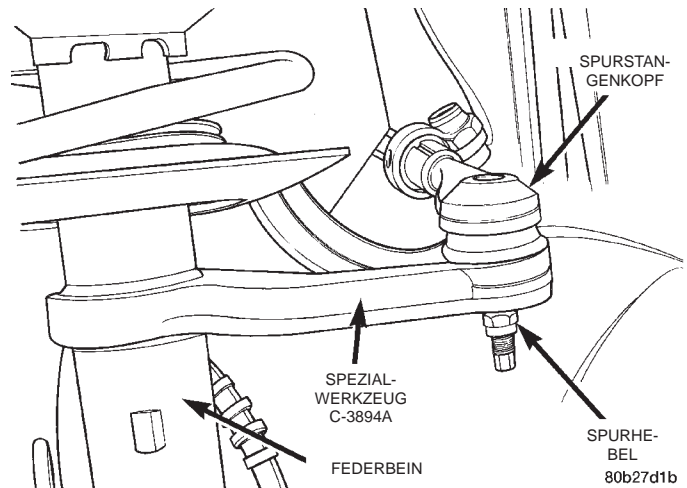
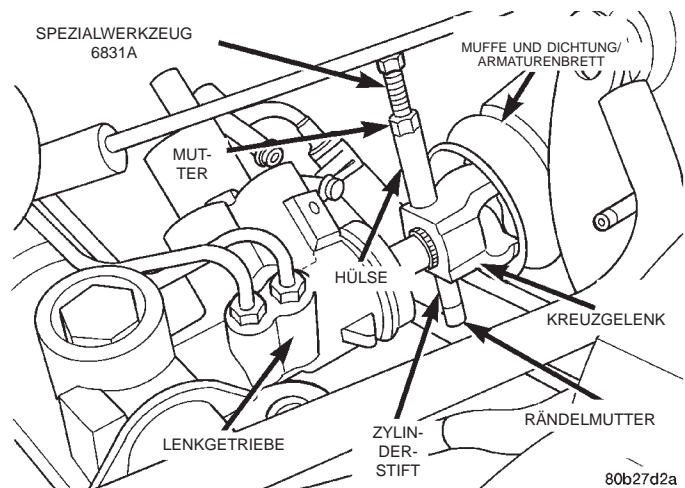

Abb. 18 Befestigung/Spurstangenkopf an Federbein
Abb. 23 Zylinderstift in Kreuzgelenk einbauen
- (23) Zwischenwelle vom Lenkgetriebe abbauen.
- (24) Fahrzeug anheben.
- (25) Rechtes Vorderrad abbauen.
- (26) Die Mutter lösen, mit der der Spurstangenkopf am Spurhebel des rechten Federbeins befestigt ist (Abb. 18).
(2) Rechte Spurstange durch die Spurstangenöffnung im Schottblech des Kotflügels schieben.
(3) Den äußeren Spurstangenkopf in den Spurhebel des rechten Federbeins einbauen. Dann die Mutter des Spurstangenkopfes am Spurhebel aufschrauben (Abb. 18) und mit einem Anzugsmoment von 37 N·m (27 ft. lbs.) festziehen.
(4) Rechtes Vorderrad anbauen.
(5) Radmuttern in der vorgeschriebenen Reihenfolge bis zum halben Anzugsmoment anziehen. Dann die Muttern in derselben Reihenfolge noch einmal bis zum vollen Anzugsmoment von 129 N·m (95 ft. lbs.) festziehen.
(6) Fahrzeug bis dicht über den Boden absenken (Räder noch in der Luft).
(7) Zwischenwelle am Lenkgetriebe montieren.
(8) Mit Spezialwerkzeug 6831A den Zylinderstift in das Kreuzgelenk der Zwischenwelle einbauen (Abb. 23). Den Zylinderstift anhand der folgenden Anleitung einbauen. Die Rändelmutter vom dünnen Ende des Werkzeugs abschrauben. Das dünne Ende in den Zylinderstift einsetzen und die Rändelmutter aufschrauben und von Hand festziehen. Die Hülse des Werkzeugs wie gezeigt auf dem Kreuzgelenk ansetzen (Abb. 23). Die Gewindestange des Werkzeugs festhalten und die Mutter festziehen, so dass der Zylinderstift in seinen Sitz gezogen wird (Abb. 23). Der Zylinderstift muss mittig in der Bohrung sitzen.